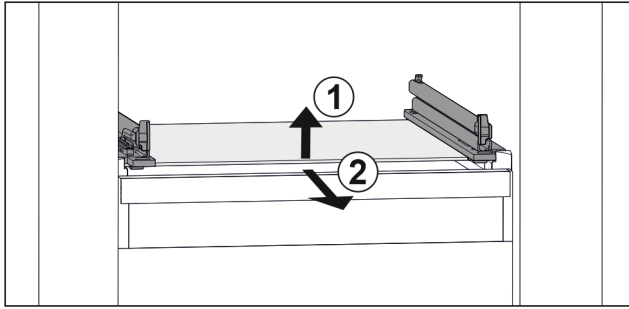

Fig. 118 Beispielhafte Darstellung der Glasplatte
- ▶ Glasplatte vorne anheben. Fig. 118 (1)
- ▶ Glasplatte nach vorne entnehmen. Fig. 118 (2)